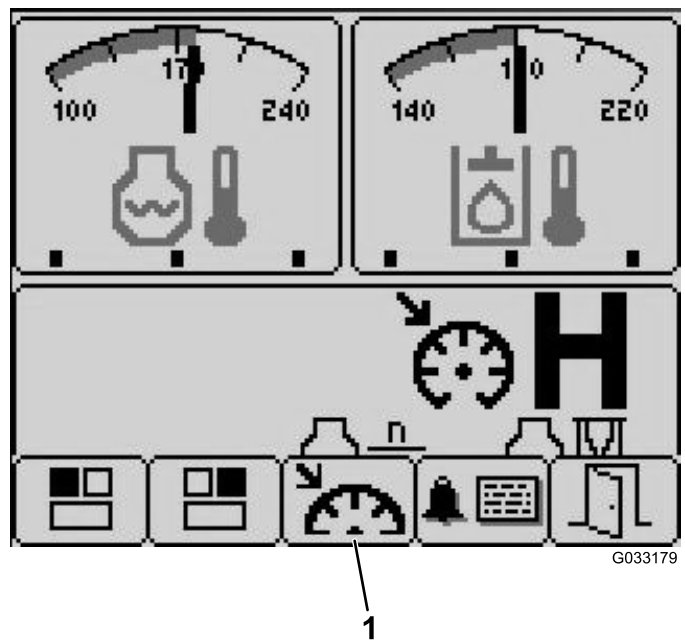

Figura 28
3. Prima o botão 3 para aceder ao ecrã de velocidade de cruzeiro (Figura 28).